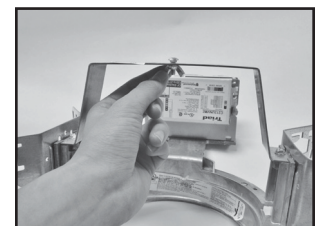

Figura 2.
2. Extraiga los accesorios de montaje del reflector del soporte de montaje (Figura 2).